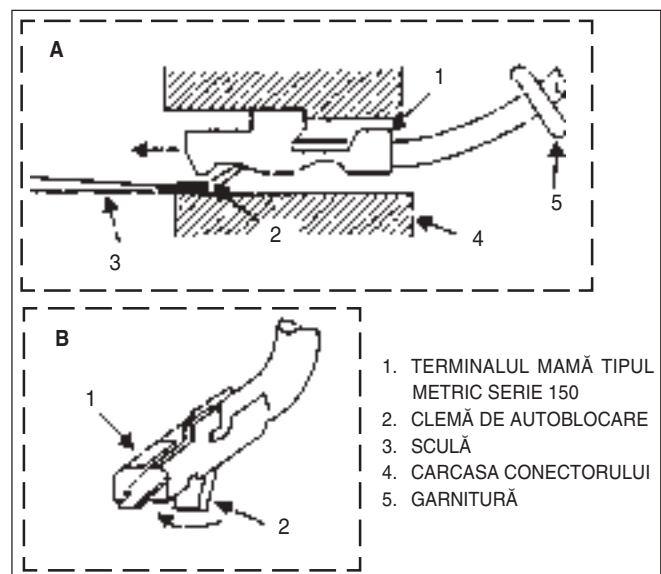

Fig. 3 Înlocuirea terminalelor la conectorul de tip metric serie 150
Pentru conectarea unor senzori la cablajul electric sunt folosite uneori conectorii de tip "METRIC" sau "METRI-PACK". Ele pot fi folosite la senzorul de temperatură al lichidului de răcire, sau la modulul de aprindere electronică. Ele mai sunt numite "Pull-to-seat" ("montează prin tragere") deoarece pentru a monta un terminal într-un astfel de conector, firul se introduce prima dată în garnitura de etanșare, apoi în carcasa conectorului, se sertizează terminalul la fir și, trăgând înapoi firul, se așează terminalul în conector (Fig. 3).
- 2) Se introduce o sculă ascuțită (Fig. 3) între conector și terminal și se deblochează clema terminalului (2). Se împinge firul cu terminalul afară din conector. Dacă terminalul va trebui refolosit, se va aduce clema de blocaj în poziția inițială (Fig. 3).